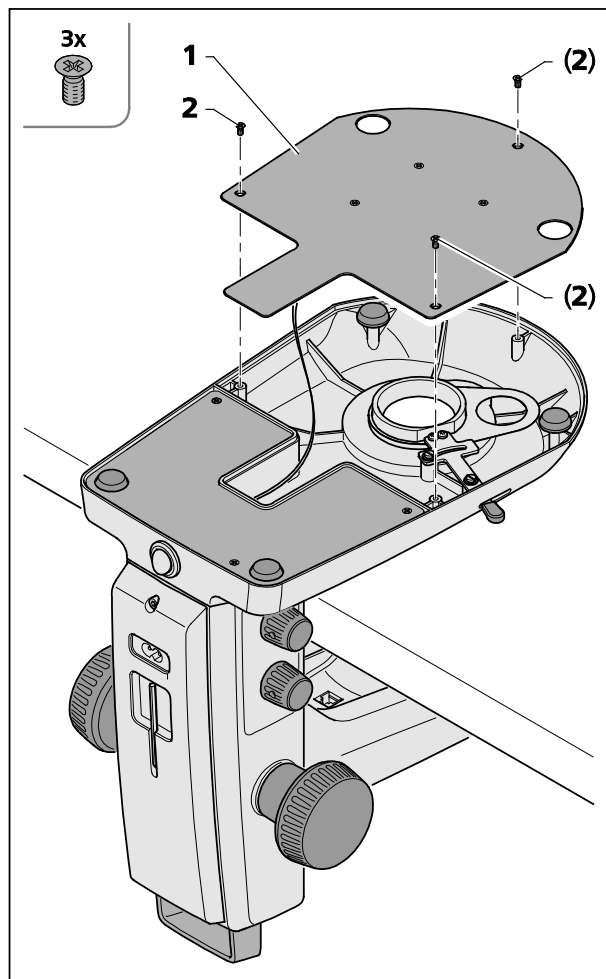

Fig. 28 Dépose de la plaque de fond du statif K EDU
Pour nettoyer à l'intérieur ou pour extraire des corps étrangers qui se seraient introduits dans le pied du statif, vous pouvez ouvrir la plaque de fond du statif (Fig. 28/1).
- Pour cela, dévissez les trois vis cruciformes (Fig. 28/2), soulevez avec précaution la plaque de fond (Fig. 28/1) et posez-la de côté.
- Veillez à ce que le cordon ne se détache pas de la plaque de fond (Fig. 28/1).